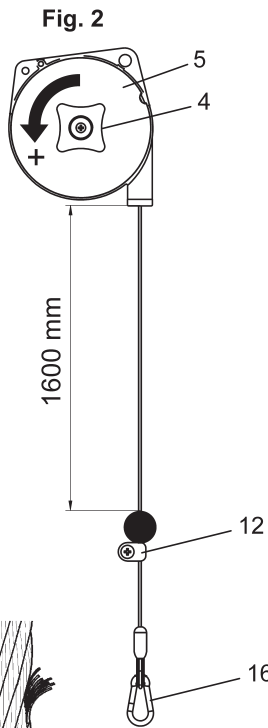
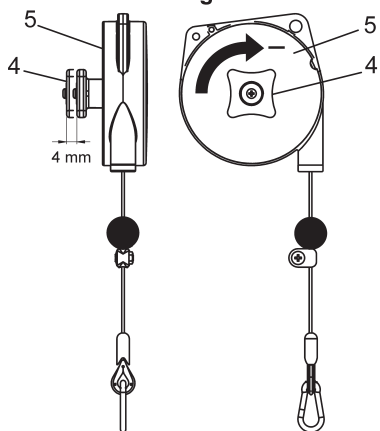

Fig. 2
Fig. 3
Для увеличения грузоподъемности в пределах допустимой, необходимо вращать втулку (4) (Рис.2) против часовой стрелки в сторону, обозначенную символом «+». Регулировка не плавная, а ступенчатая с щелчками. После каждого щелчка втулка (4) должна вернуться в положение контакта с пластиной (5) (Рис.2). Для уменьшения грузоподъемности при работе с более легкими грузами необходимо вытянуть втулку (4), и крепко удерживая её, повернуть её по часовой стрелке как изображено на (Рис.3). После каждого щелчка втулка должна вернуться в положение контакта с пластиной (5) (Рис.3).
Подвешивание груза на балансир должно осуществляться на крюк с карабинной застежкой (16) (рис. 2). После подвешивания груза убедитесь в том, что карабин закрыт надлежащим образом.
При необходимости переместите и заблокируйте зажим (12) (Рис. 2), чтобы ограничить ход троса вверх.
Не снимайте груз с крюка, если зажим (12) (Рис. 2) не упирается в обжимный наконечник троса (ПОЛОЖЕНИЕ ПОКАЗАНО НА РИС. 2).